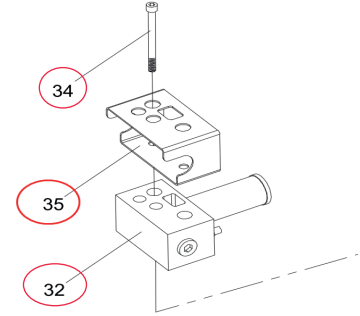

Fig 3
- Befestigen Sie die BLTB-85*210-H2A(32) und BLTB-85*210-H2A-Abdeckung (35) mit den beiden im Umbausatz enthaltenen M16-Schrauben (34). (Fig.3)**
Fix the BLTB-85*210-H2A(32) and BLTB-85*210-H2A-cover (35) with the two in the modification Kit included M16 bolts(34). (Fig.3)